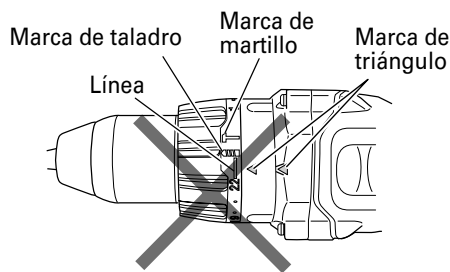

Fig. 13
- No usar con el dial del embrague en el número "22" y la línea negra en el medio de la marca de taladro. Si lo hiciese, se podrían producir daños. (Consulte la Fig. 13)